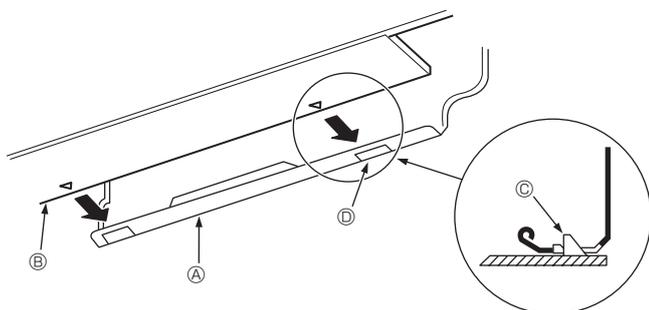

Fig. 3-10
- Mens du setter kjølemiddelrør og avløpsslange i gjennomløpshullet i veggen (gjennomløpshylsen), henger du toppen av innendørsenheten på festebordet ①.
- Fest ved å skyve den nederste delen av innendørsenheten på festebord ①. (Fig. 3-10)
- * Sjekk at knottene under innendørsenheten er riktig heftet inn i festebordet ①.